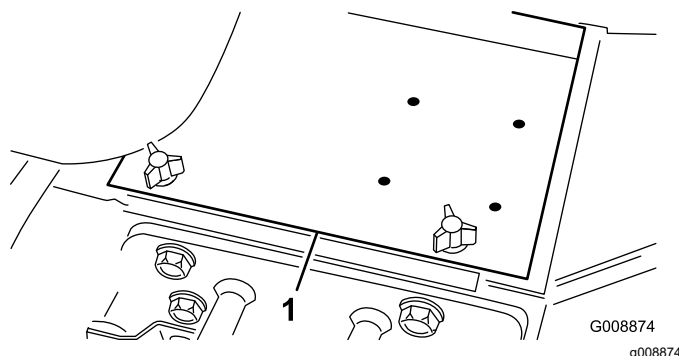

Figura 3
2. Togliete il coperchio della batteria (Figura 3).